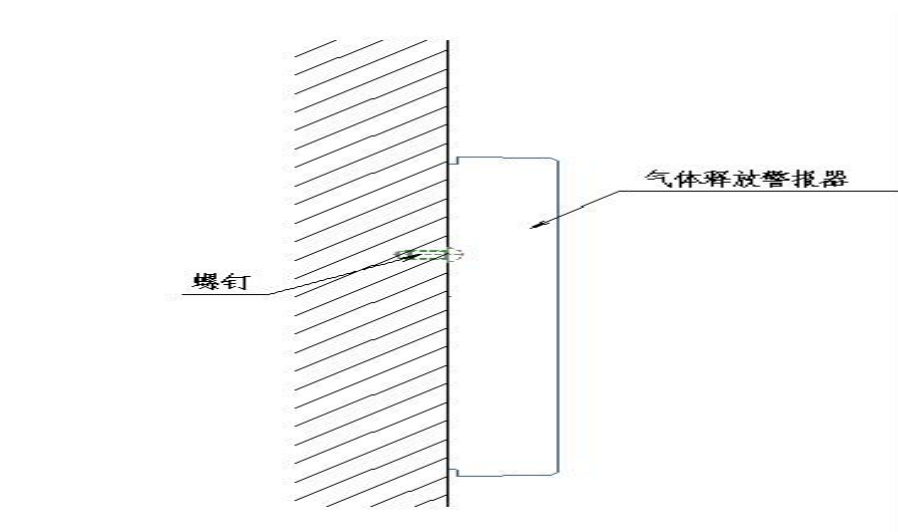

图 2 警报器安装方式
- 3、警报器安装时需要先切断电源，采用壁挂式安装，安装孔距为 190mm，警报器安装时先在墙面固定两只塑料胀管和白攻螺钉，然后进行接线，确保接线准确无误后，将警报器挂在墙面可安装示意图见图 2：